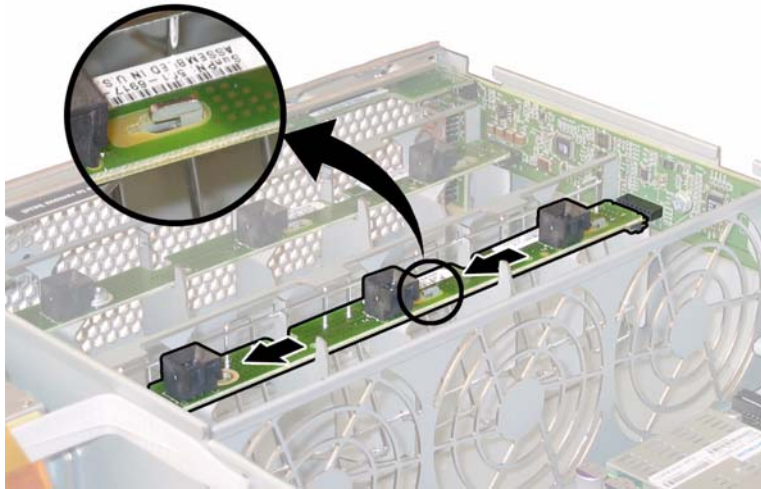

图 4-24 拆卸风扇连接器板
- b. 将每个风扇连接器板朝机箱的中央滑动，使其从前面 I/O 板上断开，并使每块连接器板从机箱的两个固定卡扣中松脱。请参见图 4-24。